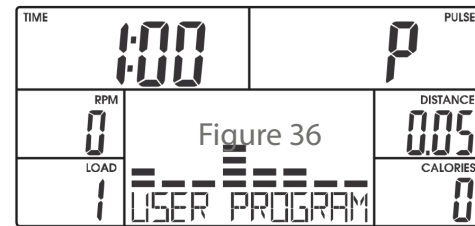

Figure 28
3. Entrer la valeur cible en watts à l'aide des touches +/- et validez en appuyant sur la touche MODE (voir fig. 28).